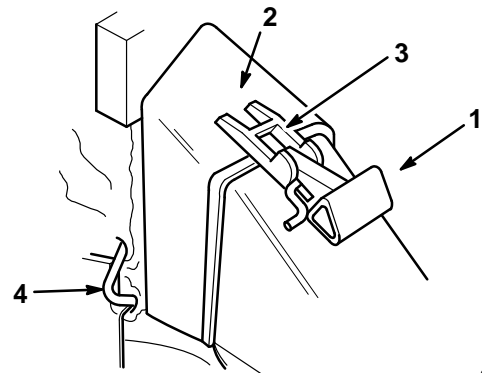

Figure 36
- Vérifier que la poignée du volet d'éjection est entièrement abaissée vers l'avant (volet fermé) (Fig. 36).
- Placer l'ouverture du sac de ramassage sur l'ouverture du conduit d'éjection comme illustré à la figure 36.
- Soulever la tige de verrouillage de la poignée pour la dégager des crans du sac, et abaisser la poignée du volet vers l'avant (Fig. 36).